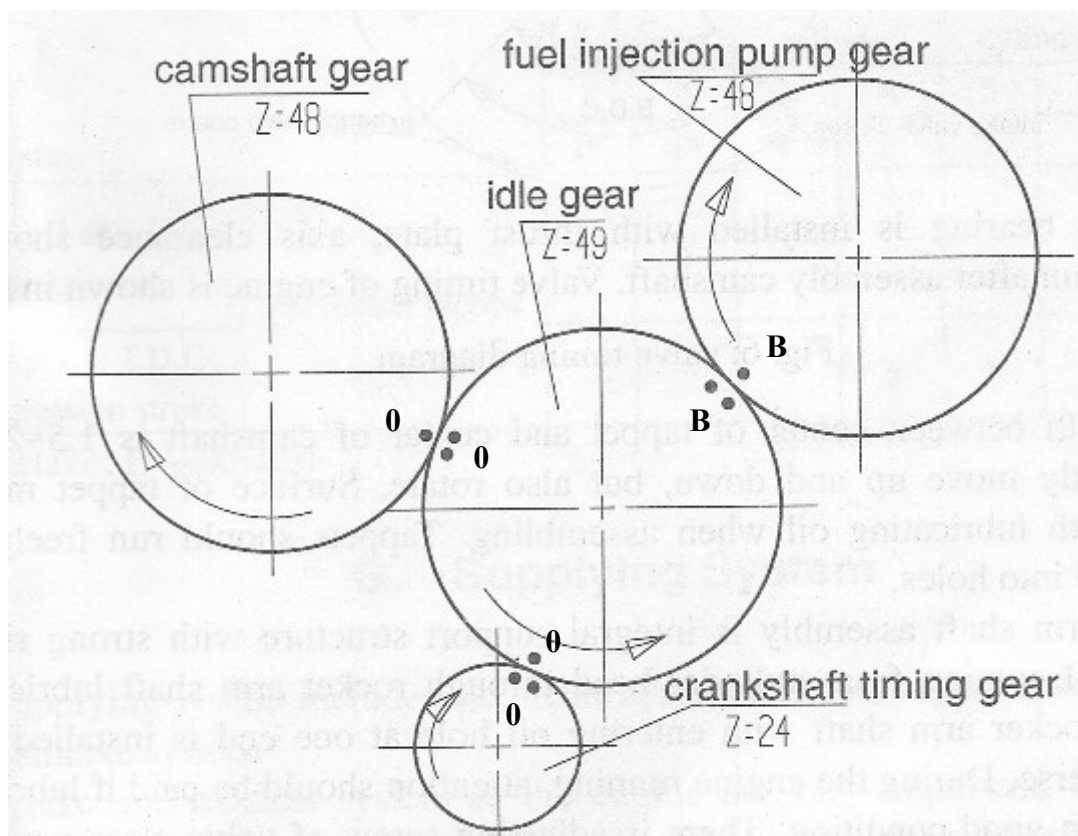

Рис. 2 Привод шестерен
- промежуточная шестерня – шестерня ТНВД: В-В (см рис. 2).